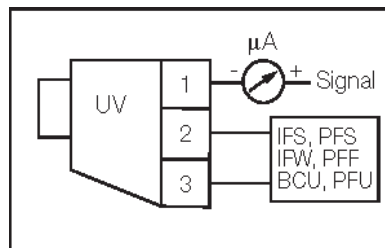

Рис. 29
- Проверить и аккуратно почистить ФотоРезистор улавливания пламени и, если необходимо, заменить его. В случае возникновения сомнения, проверить контрольный контур, после того, как горелка будет вновь запущена, согласно схеме на Рис. 28-Рис. 29;
Для контроля тока обнаружения см. схему на Рис. 29. Если сигнал - ниже указанного значения, проверьте положение фотоэлемента, электрические контакты и при необходимости замените фотоэлемент.